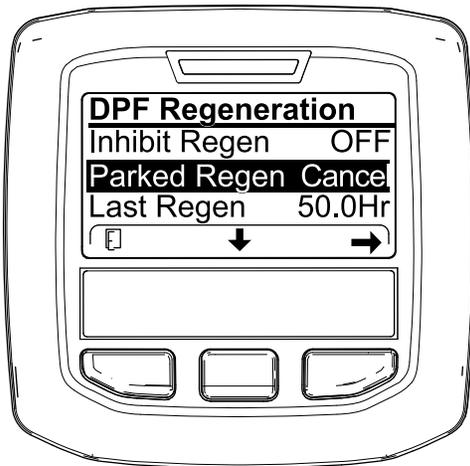
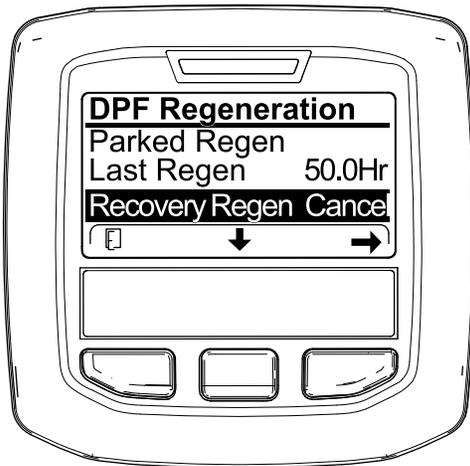

図 65
図 66
1. DPF 再生メニューにアクセスする 図 65。
2. 中央ボタンを押して下へスクロールし、駐車再生キャンセル PARKED REGEN CANCEL (図 65) またはリカバリ再生キャンセル RECOVERY REGEN CANCEL を選ぶ 図 66。
3. 右ボタンを押すと再生キャンセルに Regen Cancel に入る 図 65 または 図 66。